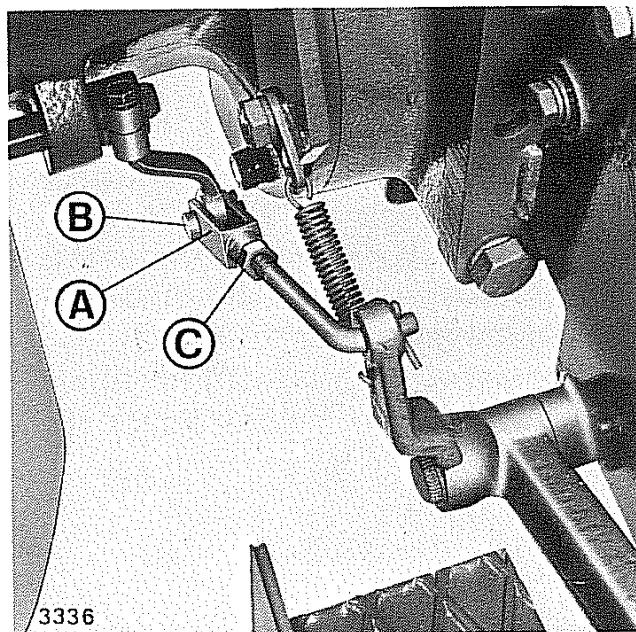

Fig. 36 - Registrazione freni di servizio
- Staccare la forcella **A** (fig. 36) dalla leva, sfilando il perno **B**.